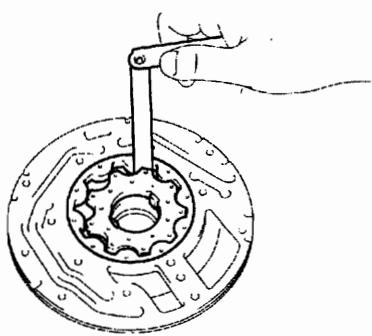

图 12-1-106
- ②如图 12-1-106 所示，用塞尺测量从动齿轮和驱动齿轮间的间隙，标准顶部间隙为 0.070~0.150mm，最大顶部间隙为 0.150mm。若顶部间隙大于最大值，则更换驱动齿轮、从动齿轮或泵体。